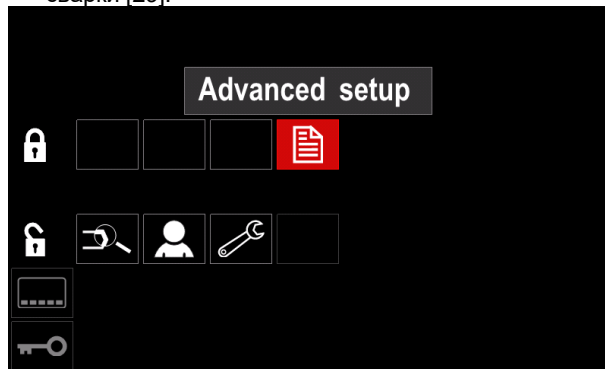

Рисунок 52
- Нажмите правый регулятор [21]. Пиктограмма выбранного параметра исчезнет с нижней части дисплея (Рисунок 52). Выбранный параметр перестанет отображаться на строке параметров сварки [29].